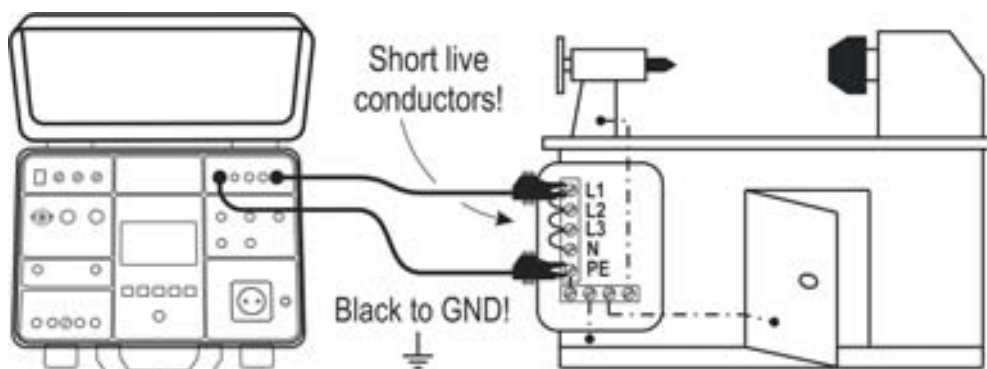

Fig. 39: Connexion des bornes de mesure en DIELECTRIC mode
8. Connecter les bornes de mesure entre les bagues **COM** et la douille correspondant à la tension de test programmée, puis connectez l'instrument comme indiqué dans la Fig. 39